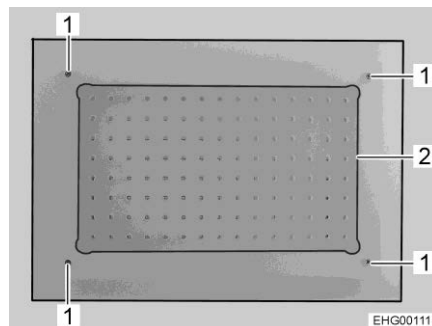

Bild 312 Taklampa
- Skruva ur 4 skruvar (Bild 312,1).
- Ta bort glasplattan (Bild 312,2) med fastmonterade lysdioder.
- Sätt på den nya glasplattan inklusive lysdioder och skruva i 4 skruvar (Bild 312,1).